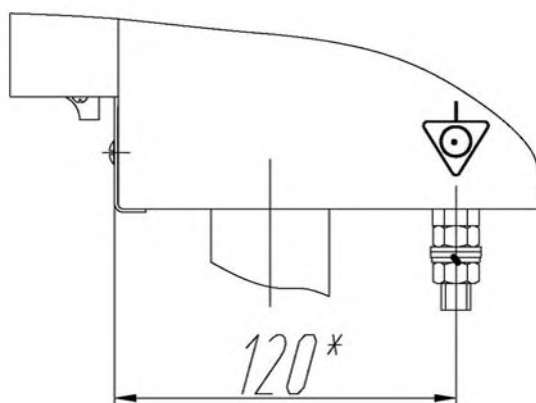

Рисунок 1
4.3.8 Для выполнения требований безопасности и обеспечения электробезопасности плита должна быть заземлена (рисунок 1). Заземление необходимо выполнить в соответствии с требованиями «Правил устройства электроустановок», утвержденных Госэнергонадзором.